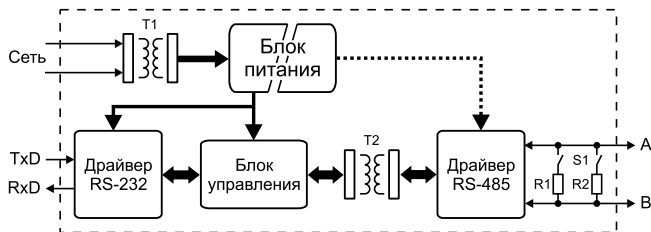

Рис. 4.2. Функциональная схема прибора AC3-M
4.3. Функциональная схема прибора приведена на рис. 4.2.